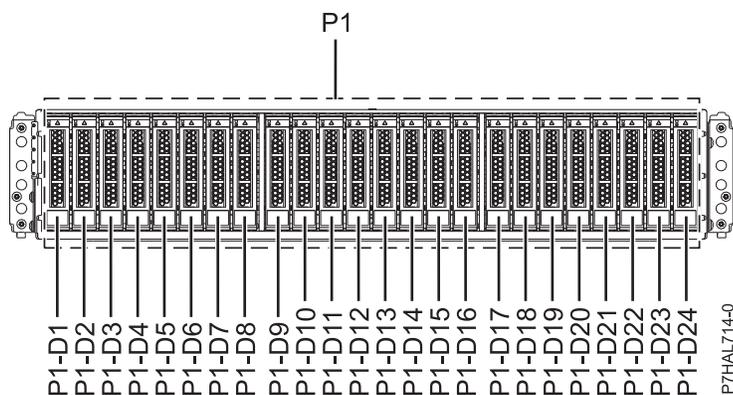
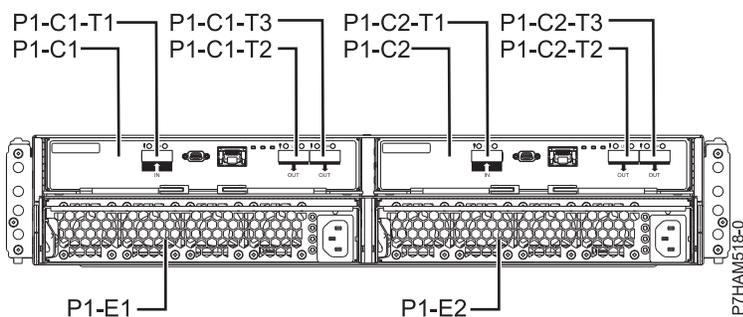

Figura 15. Vista frontal del Alojamiento de unidad de disco 5887 que muestra las ubicaciones de las unidades de disco.
Figura 16. Vista posterior del Alojamiento de unidad de disco 5887
1. Identifique la pieza y el alojamiento a los que desea aplicar el servicio. Las ranuras de unidad de disco y SSD están ubicados en la parte frontal del alojamiento. La Figura 15 y la Figura 16 en la página 17 muestran la vista frontal y la vista posterior del alojamiento y las ubicaciones de las unidades de disco en el alojamiento.